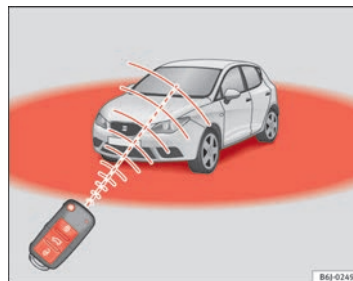

Fig. 47 Raggio d'azione del telecomando
Inoltre, la spia della pila della chiave ⇒ fig. 47, lampeggia.
- Il telecomando a radiofrequenza ha un campo d'azione limitato, al di fuori del quale il suo uso non produce effetto alcuno ⇒ fig. 47.